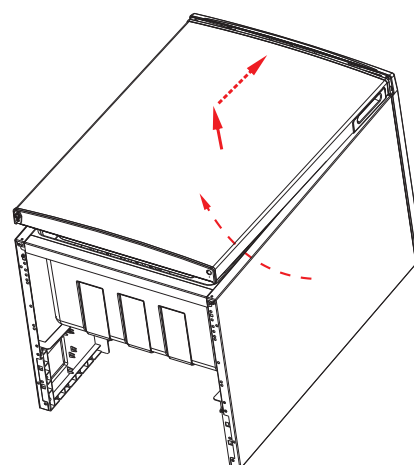

Abb. 17
- ▶ Setzen Sie die Kühlraumtür wieder auf den Kühlraum, indem Sie die Kühlraumtür von unten leicht schräg nach oben schieben (Abb. 17). Achten Sie dabei darauf, dass der Scharnierzapfen des oberen Scharniers in der Scharnierbuchse an der Kühlraumtüroberseite sitzt und die Dichtung richtig mit dem Gehäuserand abschließt.